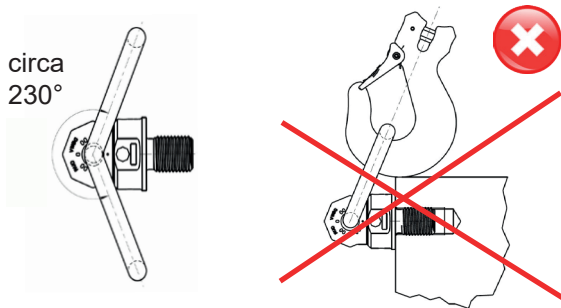

Fig. 1:
- Non superare il limite di carico di lavoro (WLL) indicato sul punto di sollevamento (tranne quando è utilizzato a tiro dritto e con l'anello di carico in posizione ottimale - vedere la Fig. 1 e la Tabella 3).
- L'anello del VWBG regolato manualmente può essere ruotato di ca. 230° (Fig. 1 - A).
L'anello di carico del golfare, una volta connesso al sistema di sollevamento, dev'essere libero di ruotare senza interferenze durante le movimentazioni e non deve toccare il bordo del carico o appoggiarsi alla base del VWBG (vedi Fig. 1 - B).